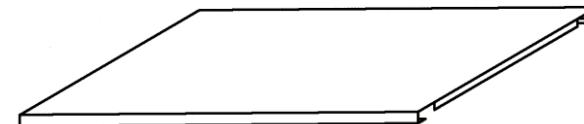

Рис. 3
6. Установить полки (Рис. 3) на удобной высоте.
**Полки шкафа** на нижней поверхности имеют усилитель и два уголка, входящие при сборке в захваты боковых стенок (Рис. 3).